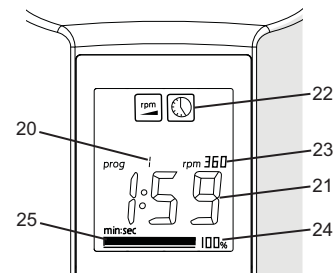

рис. 7
- Нажать кнопку выбора программ „P“ (2).
- Выбрать программу вращением поворотной кнопки (1).
- Показываются следующие данные выбранной программы (рис.7):